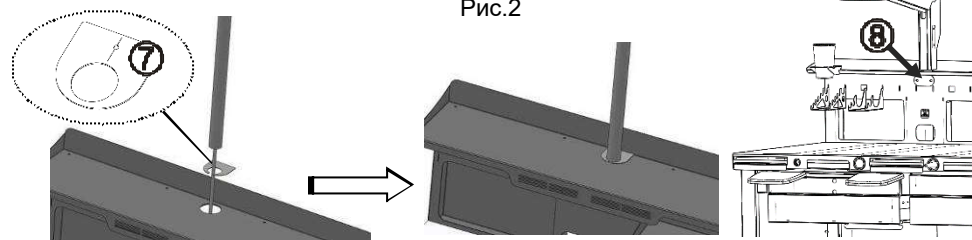

Рис.2
- СТРУБЦИНА 1.1 (6) (рис.2)
1. Закрепить стойку (3) к вертикальной поверхности с помощью двух скоб (5), винтов М4х20, гаек-барашек М4 и шайб 4, или с помощью саморезов (не входят в комплект).
При креплении к столам СУЛ/СЗТ АВЕРОН установить пластину-прокладку (8) с внешней стороны стенки, рис.2.